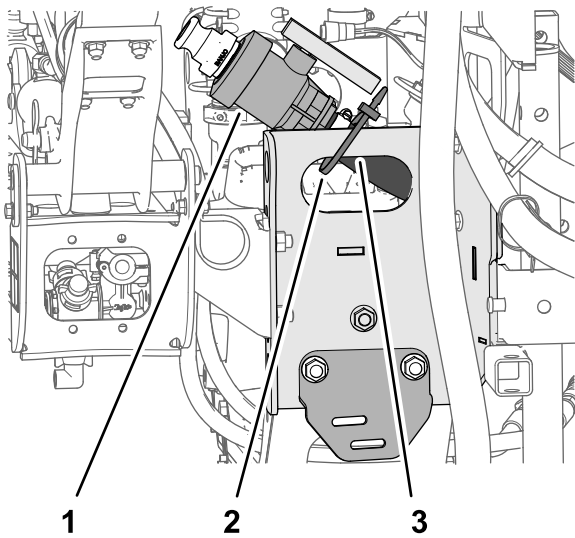

Bild 13
- 1. Entfernen Sie den Kabelbinder, mit dem das Ablassventil und der Schlauch für den Sprühbehälter am Gestellkanal befestigt sind (Bild 13).